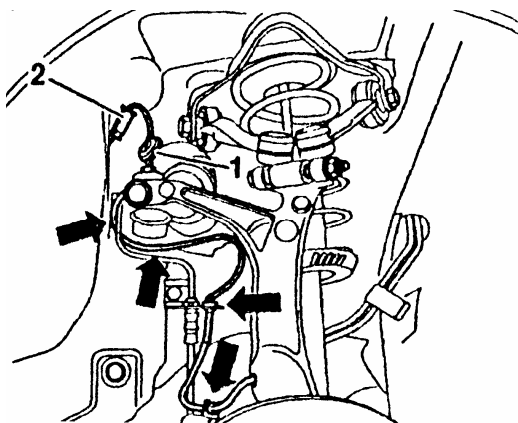

图 13-23 拆卸转速传感器导线
- （2）如图 13-23 所示，从车轮罩上松开套，拔下转速传感器导线插头。从定位夹（箭头）上拆下转速传感器导线。